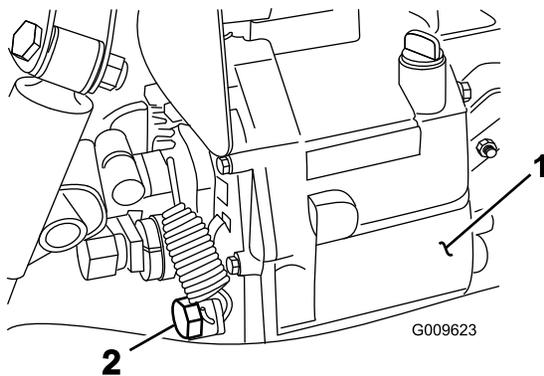

Рисунок 69
4. Снимите сливную пробку с боковой стороны резервуара и дайте гидравлической жидкости стечь в сливной поддон (Рисунок 69).